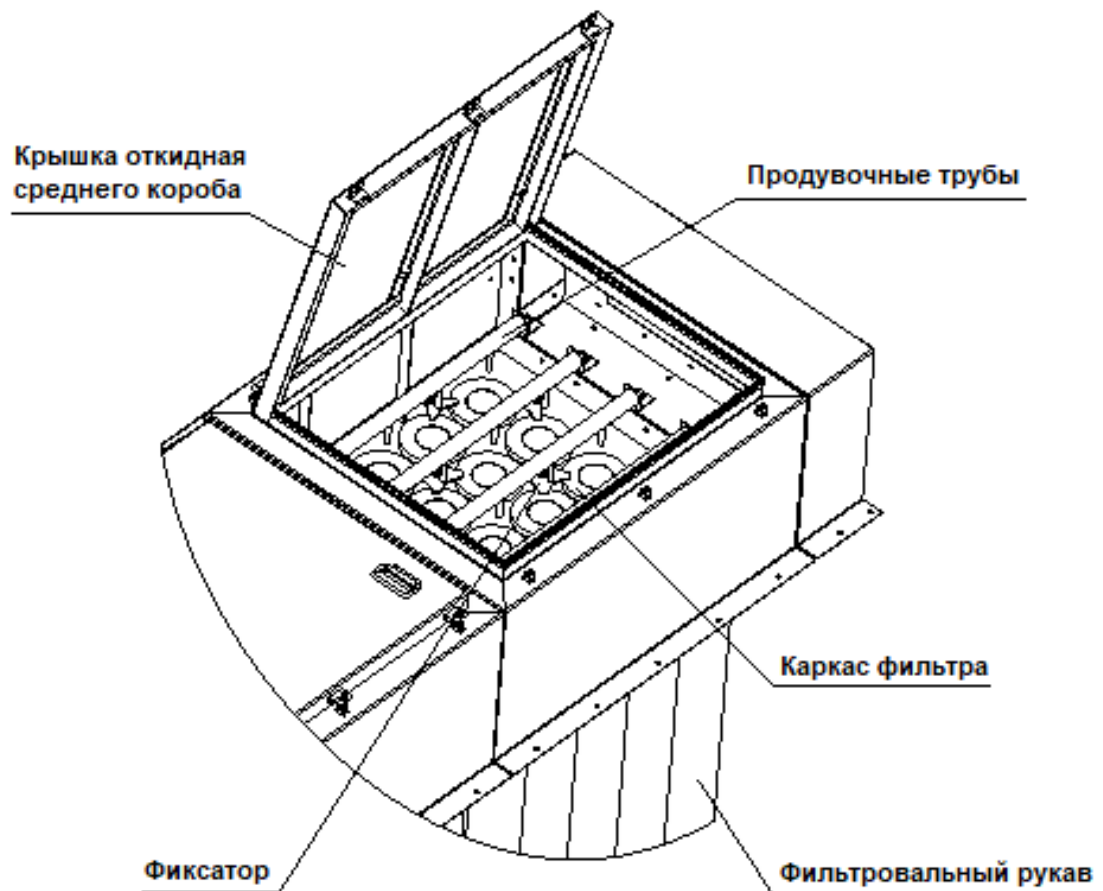

Рисунок 16 – Замена фильтровальных рукавов
- Открыть крышку камеры чистого газа (рисунок 16), надежно зафиксировав фиксаторами в открытом положении (как показано на рисунке 15);